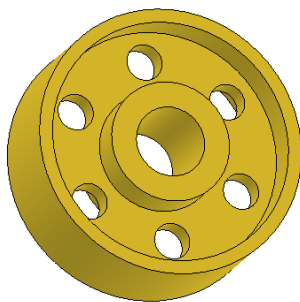

图 8-10 阵列出多个减重孔
③单击【确定】按钮完成环形阵列，此时零件如图 8-10 所示。